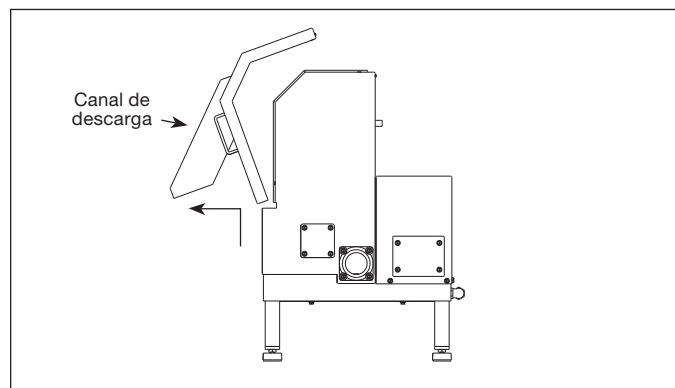

Figura 25.
2. Sosteniendo ambas asas, retire el canal de descarga inclinándolo hacia arriba (ver Figura 25).